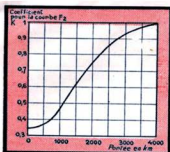
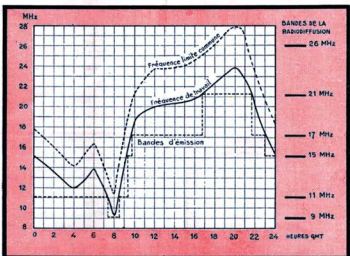
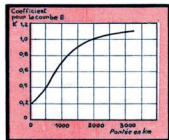
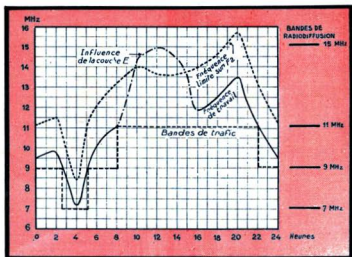

Fig. 8. — Coefficient de réduction de la fréquence limite réfléchiée sur la couche F2 en fonction de la portée par rapport à la portée de 4.000 km.
Fig. 9. — Fréquence limite commune et fréquence de travail en fonction de l'heure GMT.
Fig. 10. — Fréquence limite à 2.000 km sur la couche E.
Fig. 12. — Fréquence limite sur la F2, fréquence de travail, bandes de trafic et influence de la réflexion sur la couche E.
à établir une communication entre Paris et un poste situé au Maroc à 1 800 km. Le point milieu du trajet se situe à 900 km, soit environ à 40° de latitude Nord ; si on prend les mêmes heures que précédemment, on trouve que pour 4 000 km la fréquence limite à 4 heures du matin est environ 14 Mc/s et, à 20 heures, environ 26,5 Mc/s ; or, la distance n'étant pas 4 000 km, mais 1 800 km, le coefficient correspondant est, d'après la figure 8, environ 0,7, soit pour les fréquences à 4 heures 9,8 Mc/s environ et à 20 heures 18,5 Mc/s environ.
b) Si la portée est plus petite que 4 000 km, la fréquence limite sera plus petite ; pour la déterminer on cherche sur la carte comme dans le cas précédent, la valeur trouvée par un coefficient donné par la courbe de la figure 8. Soit, par exemple,
Les résultats trouvés sont portés dans le tableau ci-dessous, et illustrés par les courbes de la figure 9 qui indiquent d'une part la fréquence limite commune (c'est le lieu des points de plus basse fréquence limite entre les deux « points de contrôle ») et, d'autre part, une seconde courbe, déduite de la première en réduisant les valeurs de 15 0/0 et donnant la fréquence de travail. Or, en fait, on ne peut pas changer la fréquence d'une façon continue, cela ne serait pas très
pratique pour la réception et les bandes de fréquences attribuées ne sont pas très larges, ainsi pour la radiodiffusion on dispose des bandes autour de 9, 11, 15, 17, 21, 25... Mc/s ; essais de placer ces bandes sur la figure 9. On obtient une ligne brisée en pailles ; on remarquera qu'en pratique, il serait bien difficile d'effectuer 5 changements de fréquence au cours de la journée, aussi pratiquement on supprimera la bande 9 Mc/s autour de 8 heures et la bande 15 Mc/s à 9 h 30 et autour de 23 heures ; on se contentera de 3 bandes : 11 Mc/s de 0 à
Dans l'établissement du tableau horaire des fréquences limites, il faut introduire la fréquence limite sur la couche E, pour cela, pour les distances inférieures à 9.200 km, on lit les valeurs de la fréquence limite à 4.000 km sur  $F_2$  et à 2.000 km sur E, les valeurs trouvées étant multipliées par les facteurs correctifs de distance, facteurs indiqués par la courbe de la figure 8 pour la couche  $F_2$  et par la courbe de la figure 10 pour la couche E et  $F_1$ . Si à une heure donnée la fréquence limite sur E est plus grande que la fréquence limite sur  $F_2$ , c'est la fréquence supérieure que l'on adoptera. Dans le cas où la fréquence limite sur E est adoptée, du fait que la couche E varie peu d'un jour à l'autre, on pourra prendre une fréquence de travail très voisine ; en général, on adopte une fréquence égale à 97 0/0 de la fréquence limite sur E.
river que ce soit la couche E, qui joue un rôle important. Dans ce cas, on utilise le graphique des fréquences limites sur E à 2.000 km et on multiplie le résultat par le facteur correctif de la courbe de la figure 10.
Si on veut traduire le tableau sous forme graphique et déterminer les bandes de fonctionnement, on se reportera à la figure 12, semblable à la figure 9.
a) **Modulation en amplitude:** Un moyen simple de moduler réside dans l'utilisation de la grille de charge d'espace  $G_1$ , à laquelle on applique directement la tension de modulation. L'intensité du faisceau électronique est ainsi modulée, mais malheureusement la modulation n'est pas linéaire. Cela est dû à l'allure de la caractéristique du klystron (fig. 8). Pratiquement, cette courbe peut être largement compensée en modifiant la forme de la grille : la combinaison des deux courbes de la figure 9 donne la courbe de la figure 10. On obtient ainsi une modulation de bonne qualité avec des moyens très simples et une puissance de modulation minime.
Il y a toutefois deux inconvénients, c'est d'abord qu'il se produit une certaine modulation de fréquence, si le klystron est auto-oscillateur et, ensuite, que l'effet de correction de la figure 10 n'est obtenu que pour des conditions d'emploi déterminées.
L'autre système (fig. 12 et 13) ne semble pas jusqu'à présent jouir d'une grande faveur; un écart de 0,3 MHz est inadmissible de  $\pm 25$  0/0 autour de la longueur d'onde moyenne ( $\pm 10$  0/0 avec le système précédent).